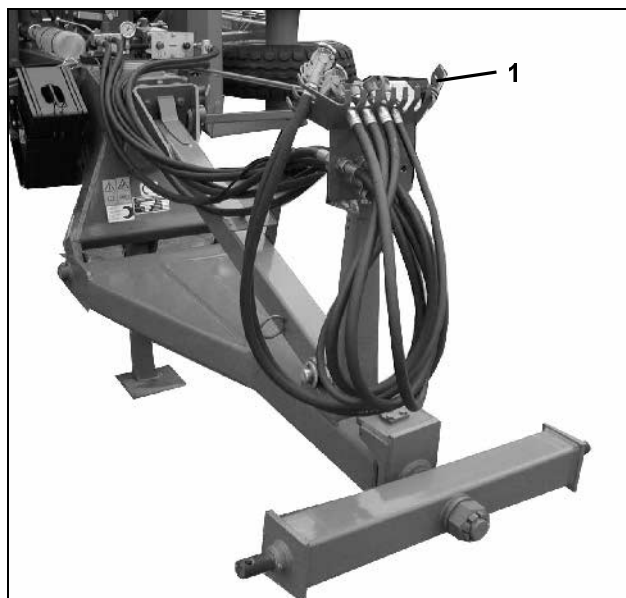

Fig. 16
- Placera hydraulslangarna i förvaringshållarna (Fig. 16/1).